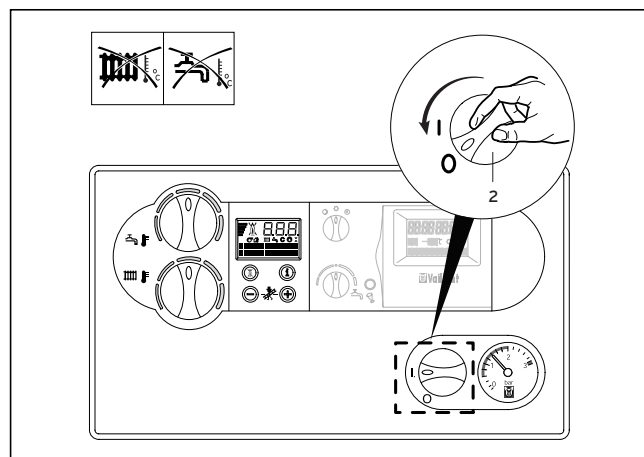

Fig. 3.14 Sette helt ut av drift
For å oppnå feilfri drift av varmeanlegget skal, når anlegget er kaldt, viseren på manometeret (1) stå i området mellom 1,0 og 2,0 bar fylltrykk (fig. 3.14). Hvis viseren står under 0,8 bar, må man etterfylle tilsvarende med vann.